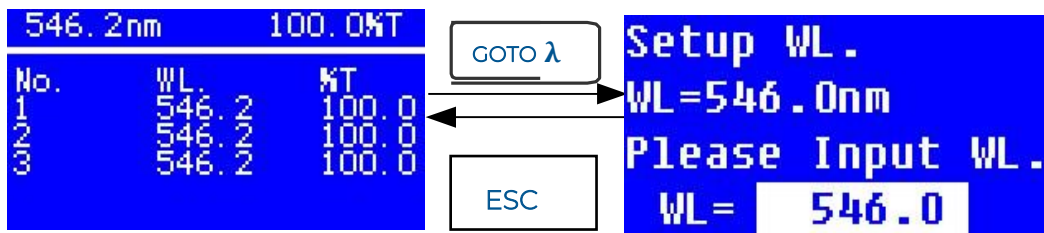

Figura 6
- 2 Presione **GOTO  $\lambda$**  para seleccionar la longitud de onda, ingrese el valor de longitud de onda mediante las teclas **▲** y **▼**, luego presione **ENTER** para confirmar (figura 6).